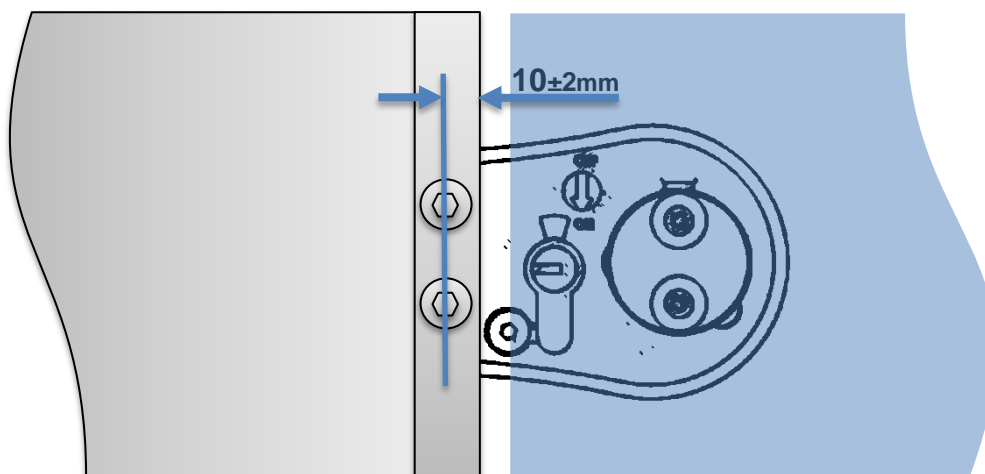

Fig.5
- La position des boulons M8 est à environ 10 ± 2 mm du bord vertical de la porte qui s'ouvre (voir fig.5). Il s'agit d'une surface de hayon très durable. La tolérance indiquée est utilisée pour permettre à la tête cylindrique du boulon M8 d'être positionnée à l'intérieur du bord et jamais au-delà de celui-ci.
Avant de percer, vérifiez que la tête du pion M8 est contenue dans le bord (voir fig.5).